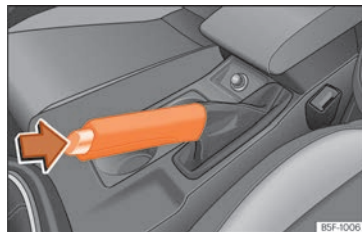

Fig. 256 Freno de mano entre los asientos delanteros.
- Tire con fuerza de la palanca del freno de mano hacia arriba » » » **fig. 256.**
- Tire ligeramente de la palanca hacia arriba, presione el botón de desbloqueo en la dirección de la flecha » fig. 256 y baje completamente la palanca » ⚠.